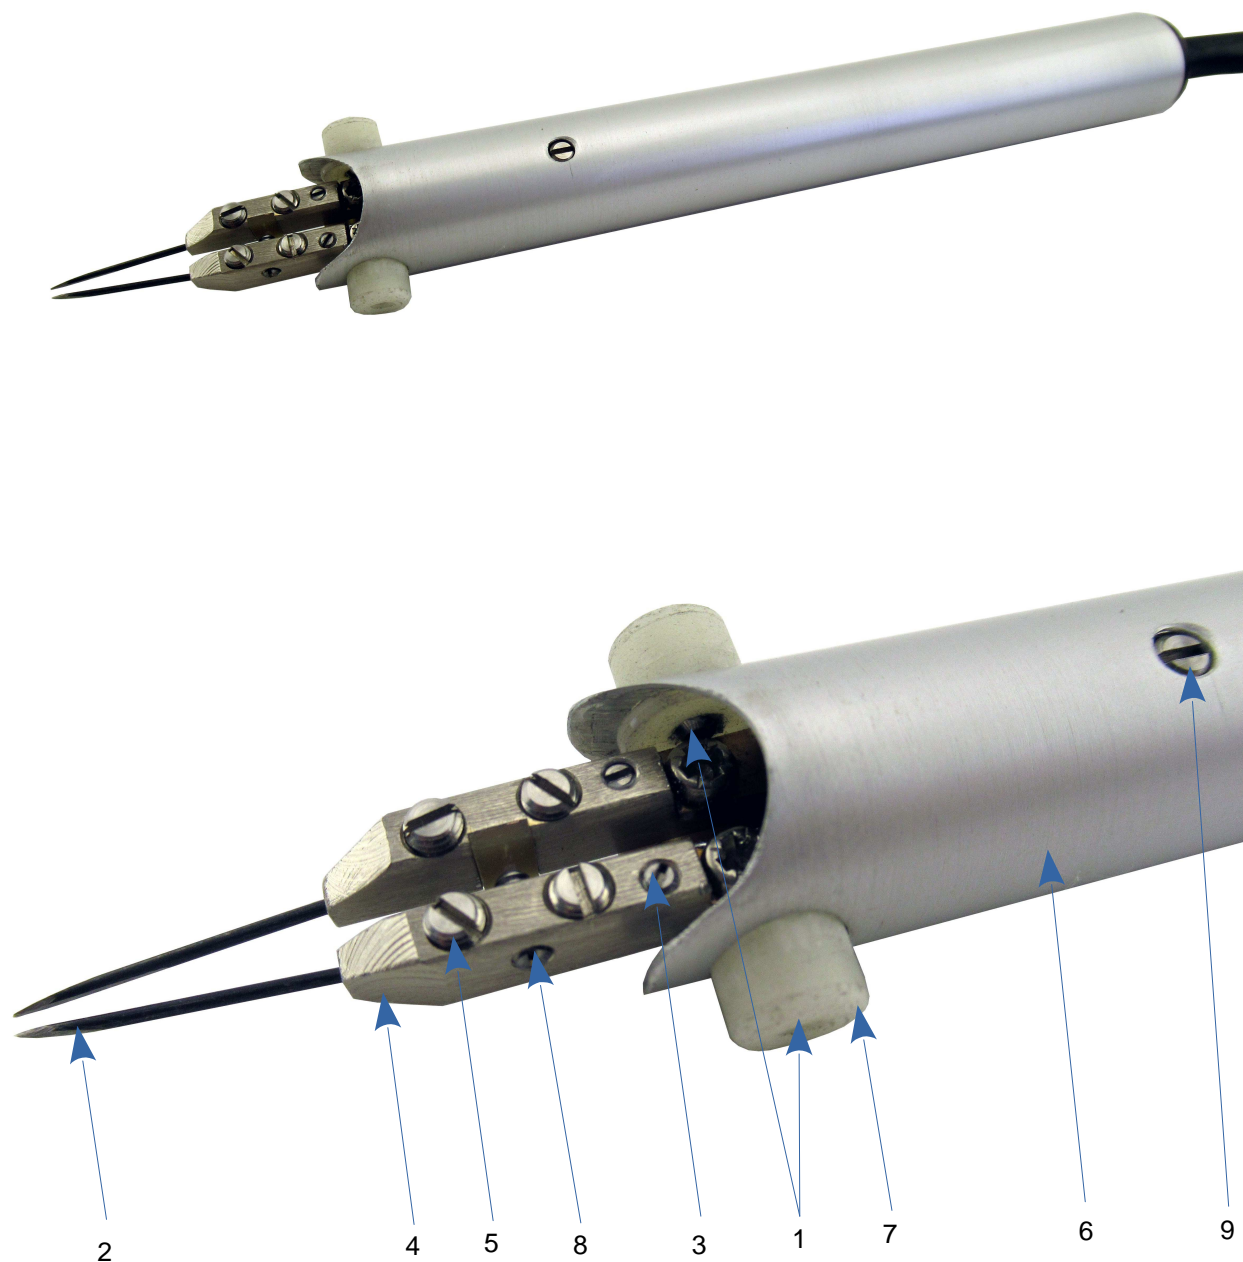

Рис. 1. Инструмент с установленным сдвоенным электродом.
1.3.1 Вид инструмента с установленными электродами показан на рис. 1